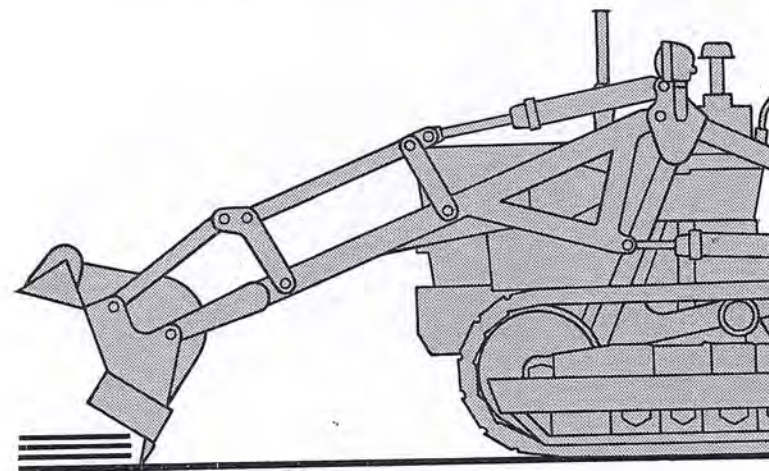

Fig. 15. - Mauvaise façon d'emploi de la benne.
**Avis** - Dans les travaux de terrassement, soit en marche avant qu'en marche arrière, n'employez jamais la benne en guise de bulldozer en la gardant très renversée (voir fig. 15), car de cette façon vous pouvez causer des dégâts non seulement à la benne mais même au parallélogramme de renversement et à ses cylindres de commande.